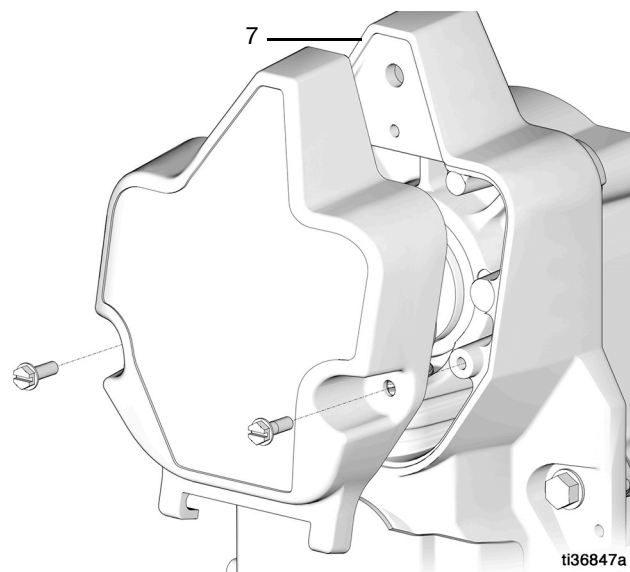

Рис. 11
11. Снимите болты и крышку с насоса (7) (Рис. 11).